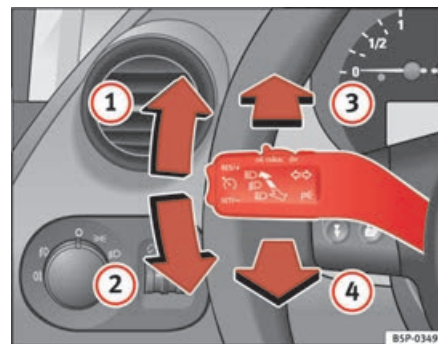

Fig. 78 Alavanca dos indicadores de direcção e dos máximos
- Carregar a alavanca para cima, até ao batente para cima ⇒ fig. 78 ①, para piscar à direita ou para baixo ②, para piscar à esquerda. ►
- Empurrar a alavanca para a frente $\Rightarrow$ **página 120, fig. 78 3**, para ligar os máximos.